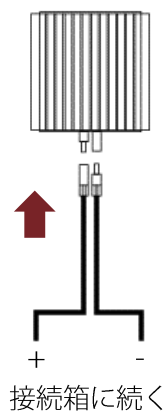

図 9: 出力コネクタの接続
6. 適切なケーブルをストリングオプティマイザの出力回路に接続する。図 9 で示される通り、電圧極性とケーブル接続端子のオス／メスに特に注意する。参照：